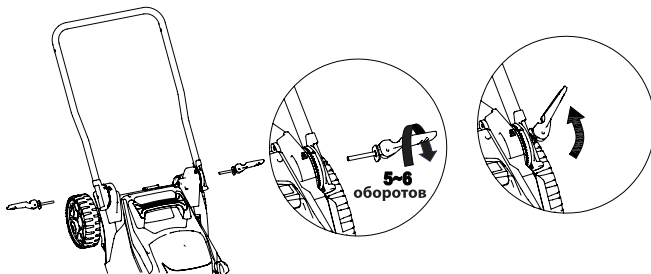

Рис. 5 Установка нижней части рабочей рукоятки
- Установите нижнюю часть рабочей рукоятки на газонокосилку с помощью фиксаторов нижней части рабочей рукоятки (Рис.5).